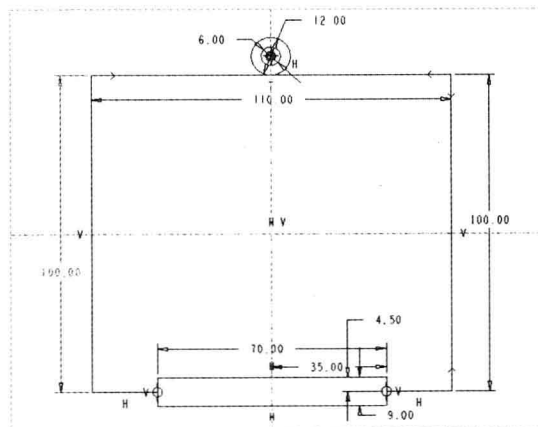

图 13-28 修剪图形
Step 10 在“功能区”选项板的“草绘”选项卡中，单击“编辑”面板中的“删除段”按钮 ，在绘图区修剪多余的图形，如图 13-28 所示。